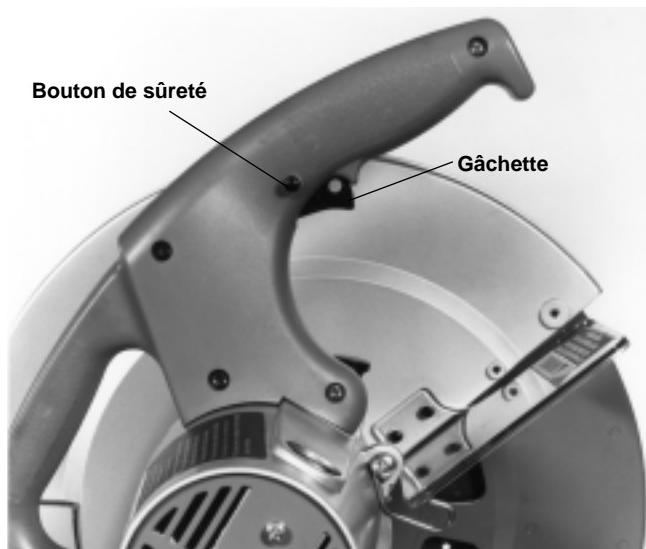

Figure 4 – Commandes
**NOTA ! Fonctionnement des interrupteurs (Figure 4)**
- Démarrez l'appareil en tenant la poignée fermement et en appuyant sur le bouton de sûreté. Tout en tenant le bouton de sûreté appuyé, tirez sur la gâchette (*Figure 4*).
- Démarrez l'appareil en tenant la poignée fermement et en appuyant sur le bouton de sûreté (*Figure 4*). Tout en tenant le bouton de sûreté appuyé, tirez sur la gâchette. Attendez que le moteur arrive à plein régime avant d'entamer la coupe (*Figure 5*).